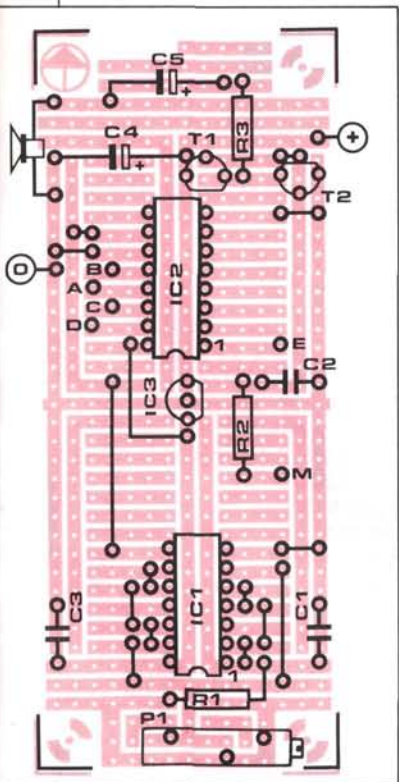

Figure 2 - Plan d'implantation des composants sur une platine d'expérimentation de format 1. Utilisez des picots pour les fils de câblage du commutateur S2.
Si vous les implantez correctement, c'est-à-dire conformément aux indications de la figure 2, les composants ne vous feront pas d'affront. Tout devrait marcher sans problème. Vous remarquerez au passage que P1 n'est
Commençons par le mélangeur, c'est la partie la plus facile du circuit. Le schéma de la **figure 2** révèle qu'il s'agit simplement d'un amplificateur opérationnel à gain unitaire puisque le rapport de la valeur de la résistance R10 et celle de chacune des résistances d'entrée R9a à R9f est de 1/1. Remarquez la présence du diviseur de tension que forment R11 et R12 à l'entrée non inverseuse de l'amplificateur opérationnel. En portant cette entrée à un potentiel équidistant de celui des lignes d'alimentation, on obtient que le circuit intégré passe les signaux alternatifs quand bien même la tension d'alimentation reste asymétrique. Le condensateur C9 contribue à stabiliser la masse virtuelle ainsi créée, tandis que C10 stabilise la tension d'alimentation dont il filtre les fluctuations. Le couplage alternatif du signal de sortie est assuré par C11 qui bloque toute composante continue. À moins de couper les résistances en quatre, il n'y a rien à ajouter sur le fonctionnement de cet étage.
**Figure 2 - Le circuit du mélangeur avec ses six entrées permet de combiner jusqu'à six instruments différents en un signal unique. Les poussoirs S2a à S2f sont les "baguettes" avec lesquelles vous frapperez sur les tambours...**
Figure 3 - Quel que soit le nombre de modules que vous réaliserez, ils seront tous conformes à ce schéma. C'est le réglage de la fréquence de coupure des filtres passe-haut et passe-bas, formant le filtre passe-bande générateur d'oscillations amorties, qui détermine la hauteur de son percussif produit par ce module. L'interrupteur S1 représenté ici est en fait l'interrupteur principal de mise sous tension de la figure 2. Il est donc commun aux six modules, ce qui n'est pas le cas de S2 qui devra être prévu en autant d'exemplaires qu'il y a de modules.